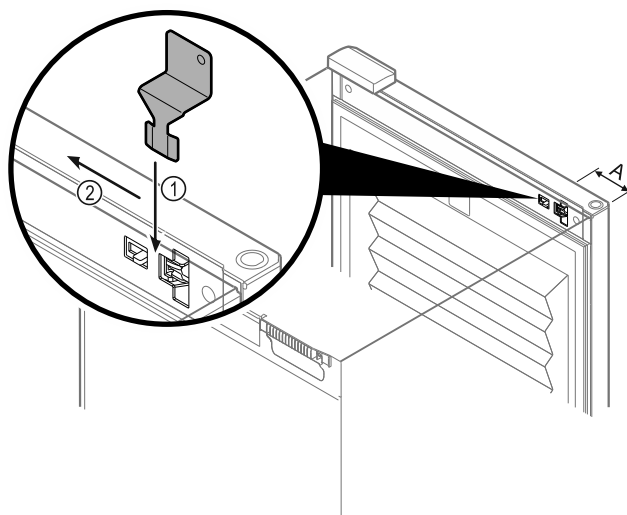

Fig. 138
- ▶ Positionner la clé de déverrouillage de secours à l'endroit indiqué Fig. 138 (A) \approx 100 mm.
- ▶ Insérer par le haut et jusqu'au bout la clé de déverrouillage de secours entre la porte et le corps de l'appareil Fig. 138 (1).
- ▶ Tirer la clé de déverrouillage de secours en direction de la charnière Fig. 138 (2).